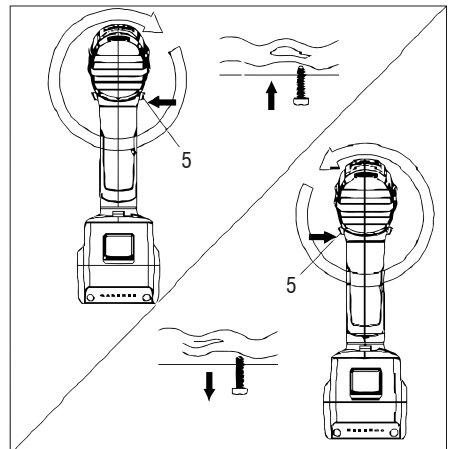

Fig. 6 – Sentido de rotación
Después de parar el motor, seleccione el sentido de rotación en el botón de reversión (5), conforme muestra la Fig. 6.